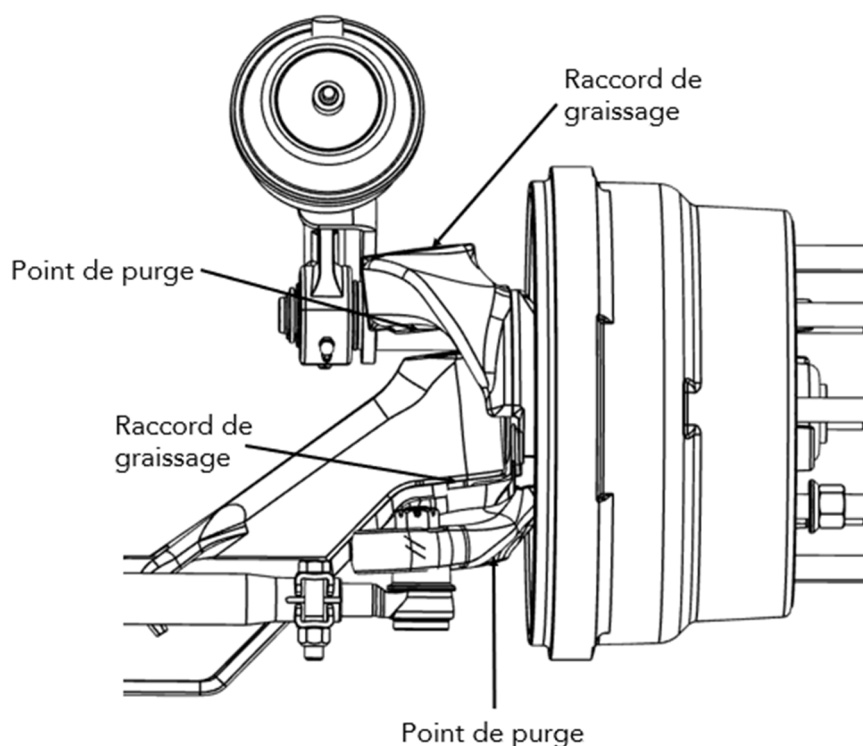

Figure 2 - Emplacement des points de graissage
3. Localisez et nettoyez tous les raccords à graisse avec un solvant avant d'appliquer la nouvelle graisse (Figure 2).